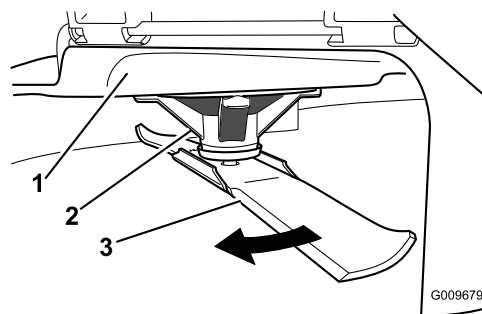

Figura 54
2. Llevando guantes fuertemente acolchados u otro tipo de protección apropiada para las manos, gire la cuchilla a medir lentamente hasta una posición que permita medir eficazmente la distancia entre el filo de corte y la superficie nivelada en la que descansa la máquina (Figura 54).